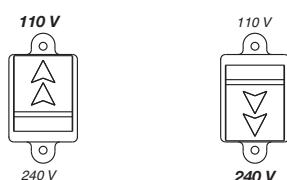

Fig.1
**Per modelli "M DV" controllare che il coperchio (Fig. 1), del tasto di selezione della tensione di alimentazione, sia orientato con frecce indicanti il valore di tensione desiderato.**